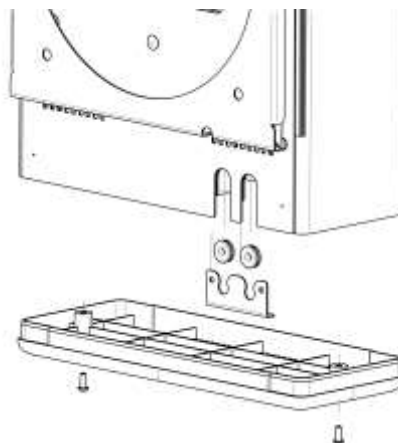

Рис. 20
11. Извлеките прижимную пластину. Вставьте резиновые втулки в пазы прижимной пластины и установите пластину на место. Установите нижнюю крышку и закрепите ее винтами, см. Рис. 20